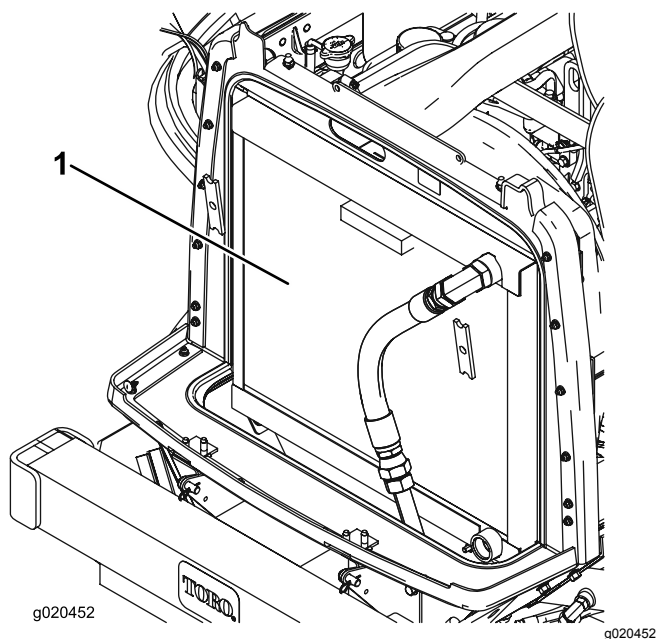

Figura 111
3. Limpe ambos os lados do radiador/dispositivo de arrefecimento de óleo com ar comprimido (Figura 111).